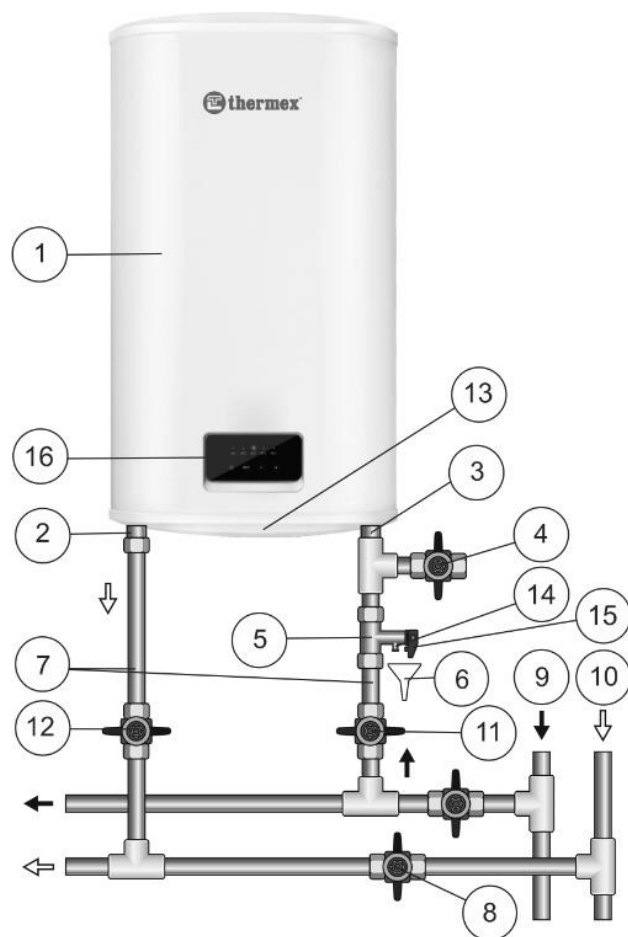

Рисунок 1. Схема подключения ЭВН к водопроводу в вертикальном положении
Внутренний бак имеет специальное биостеклофарфоровое покрытие, надежно защищающее внутреннюю поверхность от химической коррозии и, как следствие, длительный срок эксплуатации. Пространство между внешним корпусом и внутренним баком заполнено пенополиуретаном - современной, экологически чистой теплоизоляцией, обладающей наилучшими характеристиками тепло-сбережения. Модели Optima имеют два резьбовых патрубка: для входа холодной воды (Рис. 1, п. 3) с синим кольцом и выхода горячей воды (Рис. 1, п. 2) - с красным кольцом. На лицевой стороне ЭВН во всех моделях находится панель управления (Рис. 1, п. 16).
Предохранительный клапан (Рис. 1, п. 5) выполняет функции обратного клапана, препятствуя попаданию воды из водонагревателя в водопроводную сеть в случаях падения в последней давления и в случаях возрастания давления в баке при сильном нагреве воды, а также функции защитного клапана, сбрасывая избыточное давление в баке при сильном нагреве воды. Во время работы водонагревателя вода может просачиваться из выпускной трубы предохранительного клапана для сброса излишнего давления, что происходит в целях безопасности водонагревателя. Эта выпускная труба должна оставаться открытой для атмосферы и быть установлена постоянно вниз и в незамерзающей окружающей среде.
Необходимо обеспечить отвод воды из выпускной трубы предохранительного клапана (Рис. 1, п. 14) в канализацию, предусмотрев при монтаже ЭВН соответствующий дренаж (Рис. 1, п. 6).
Необходимо регулярно (не реже одного раза в месяц) проводить слив небольшого количества воды через выпускную трубу предохранительного клапана в канализацию для удаления известковых осадков и для проверки работоспособности клапана. Для открывания клапана он снабжен ручкой (Рис. 1, п. 15). Необходимо следить, чтобы во время работы ЭВН эта ручка находилась в положении, закрывающем слив воды из бака.
Установить предохранительный клапан (Рис. 1, п. 5) на входе холодной воды (Рис. 1, п. 3), помеченном синим кольцом, закрутив на 3,5 - 4 оборота, обеспечив герметичность соединения любым уплотнительным материалом (льном, лентой ФУМ и др.).
- В вертикальном положении в соответствии с Рис. 1 с выходом патрубков снизу